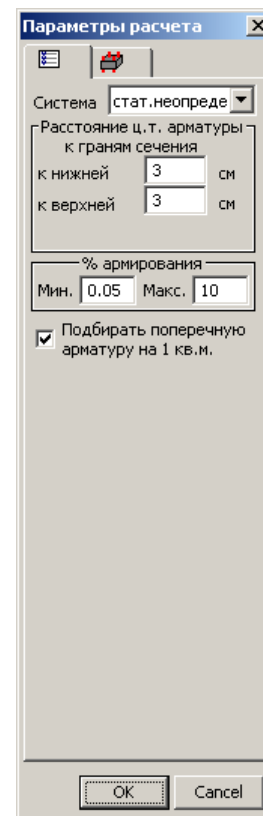

Рис.2.2.2. Окно диалога **Параметры расчета**
- Щелкните на закладке **Параметры расчета** (рис. 2.2.2) и проанализируйте данные: